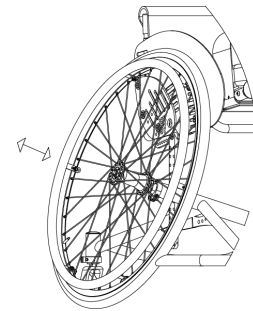

FIG. 11
- Tire de la rueda hacia el exterior de la silla de ruedas (fig. 11) y, sin pulsar el botón, la rueda no debe salirse.